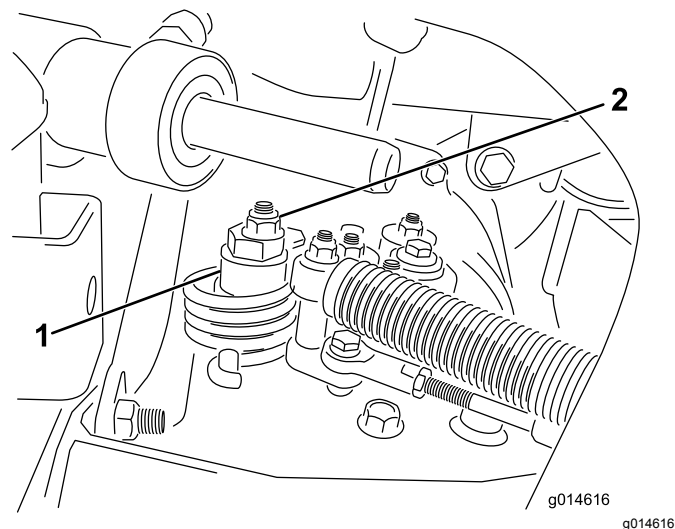

図 33
- A. 偏芯ナットをハイドロスタット上部に止めているナットをゆるめる 図 33。
- C. どちらにも車輪が回らないように偏芯ナットを回して調整する。調整ができれば固定ナットを締める 図 33。スロットル低速 および高速位置で調整が正しいことを確認する。